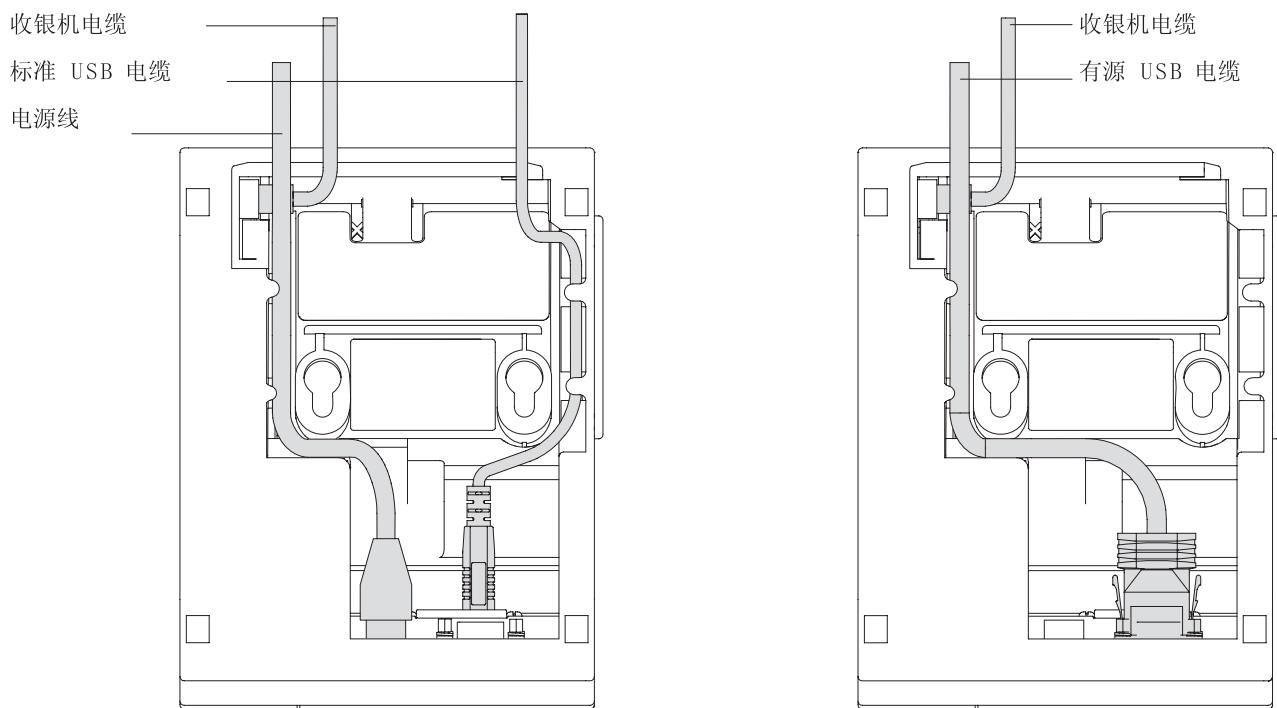

图 10. 单站 SureMark 打印机的 USB 电缆布线
3. 对于单站打印机，请如第 18 页的图 10 所示对所有电源线和电缆进行布线。